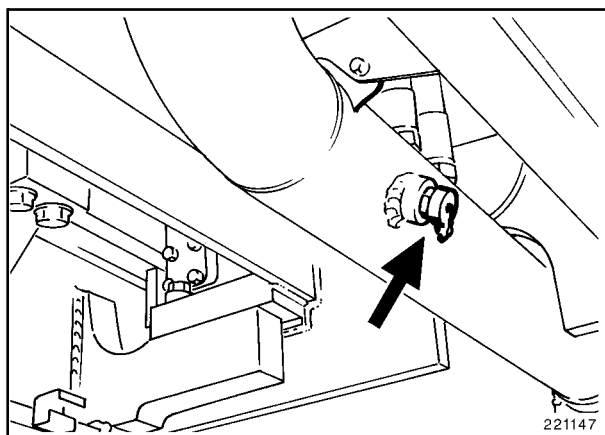

Fig. 11
- Poner un recipiente colector por debajo del tubo de aspiración de las bombas (flecha, Fig. 11).